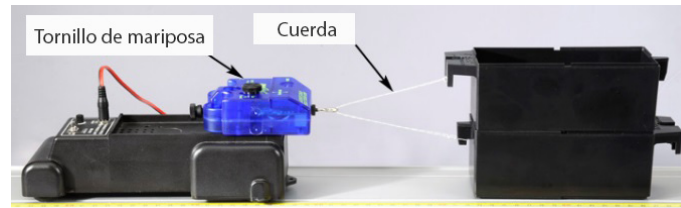

Figura 14.2: Bandejas atadas al sensor de fuerza.
3. Conectar el sensor de fuerza a la entrada P4 y con el destornillador largo, fijarlo al carro como se muestra en la Figura 14.2. Colocar el conjunto del sensor del carro en la pista.